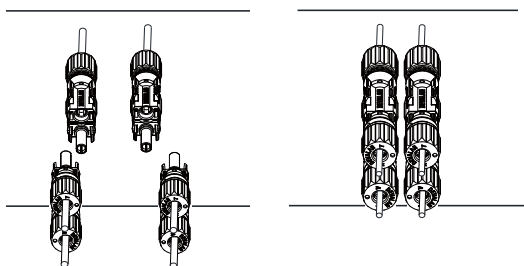

Figura 3.6 Conexão da entrada CC
d) Por fim, insira o conector CC na entrada positiva e negativa do inversor, conforme mostrado na figura 3.6.